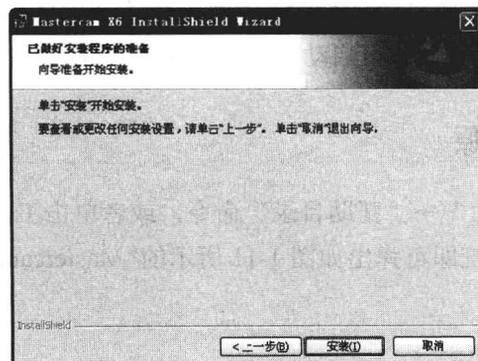

图 1-8 安装确认界面
**STEP 08** 用户可以选中“Metric (mm)”单选钮，然后单击“下一步”按钮，弹出如图 1-8 所示的安装确认界面，系统提示用户再一次确认是否安装。